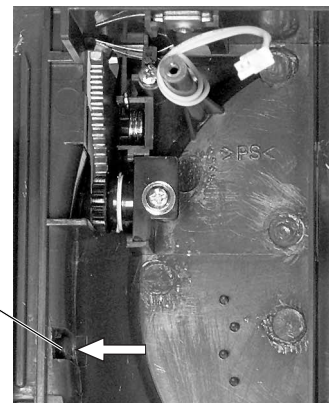

Fig. 19
- Griff nach oben klappen und durch Eindrücken der Führungs-Bolzen ④ auf beiden Seiten des Griffes austrasten (Fig. 19).
- Tilt the handle up then disengage it by pressing on the guide lugs ④ located at the sides of the handle (Fig. 19).